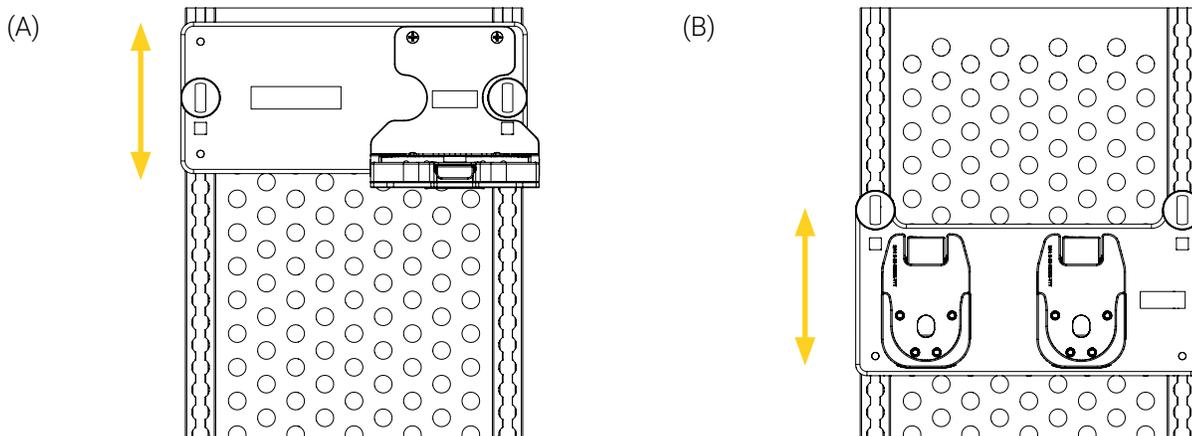

Figure 8: Ajustement de la position du système de support sur les rails verticaux
- Glisser le système de support vers le haut ou vers le bas des rails verticaux, pour ajuster la position (Figure 8).